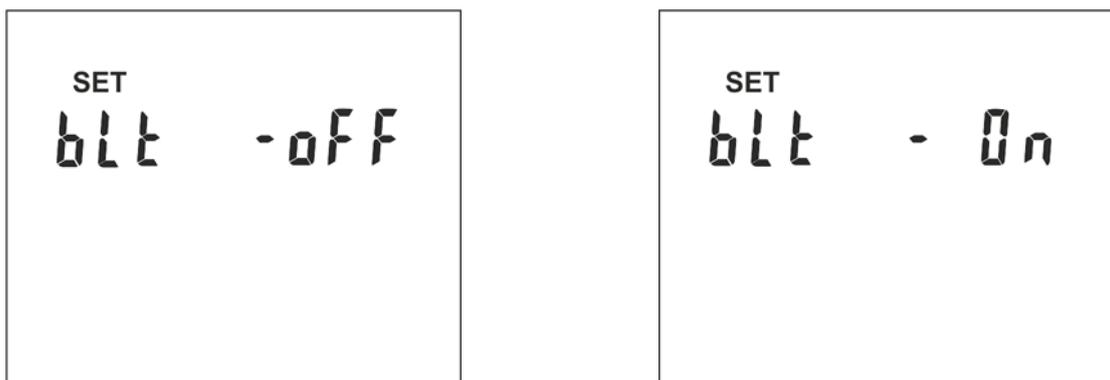

Fig. 4: Configuración retroiluminación del visualizador
3. Pulse las teclas flecha ← o → para pasar a la configuración de la retroiluminación del visualizador. La pantalla de la Fig. 4 – parte izquierda se muestra en el visualizador